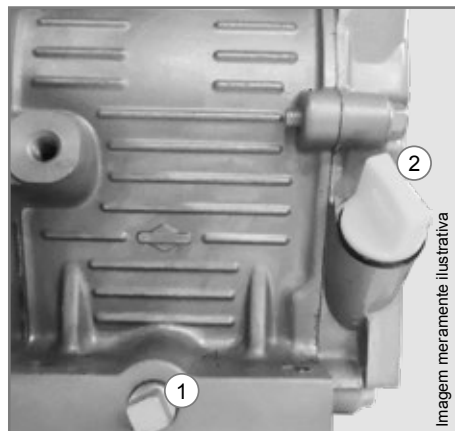

Figura 4
1. Seu equipamento deve estar em uma superfície nivelada e plana. Retire o bujão de dreno de óleo (1) usando uma chave apropriada, conforme Figura 4, óculos de proteção e luvas apropriadas.
2. O óleo será drenado mais facilmente se estiver aquecido e com a vareta (2) removida, conforme Figura 4.
4. Quando o óleo for totalmente drenado, parafuse novamente o bujão de dreno do óleo (1) conforme Figura 4.
5. Insira o óleo novo na abertura da tampa (2) e após atingir o nível ideal feche a tampa, conforme Figura 4.